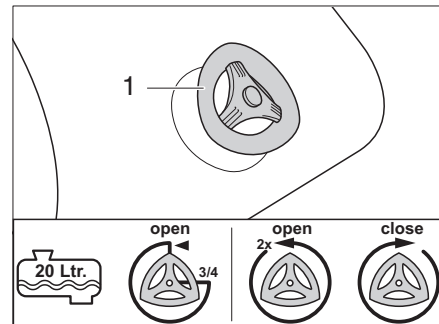

Bild 372 Ablasshahn
- 1/2 voll oder weniger: Den Ablasshahn (Bild 372,1) eine 3/4-Umdrehung gegen den Uhrzeigersinn drehen.
- 3/4 voll und mehr: Den Ablasshahn (Bild 372,1) 2 Umdrehungen gegen den Uhrzeigersinn drehen.
- Ablasshahn (Bild 372,1) im Uhrzeigersinn schließen.